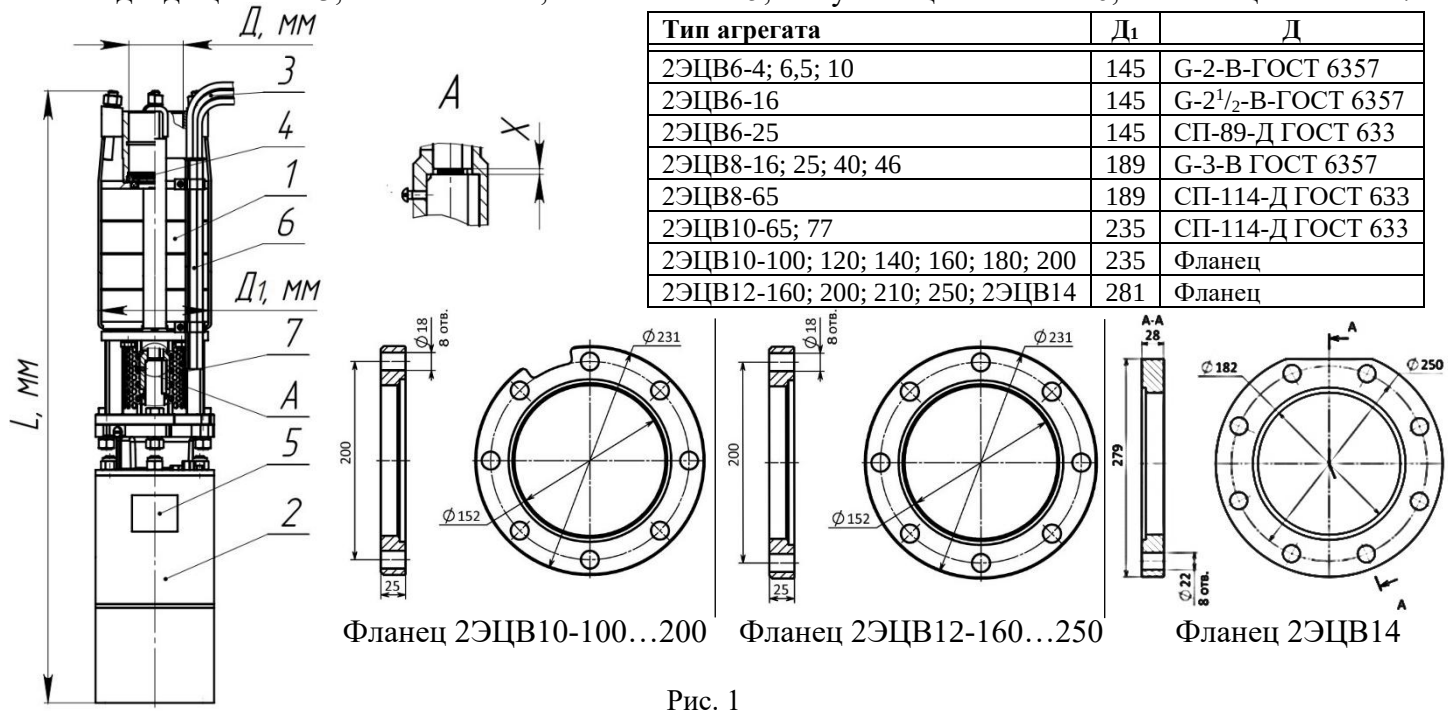

Рис. 1
Агрегат 2ЭЦВ состоит из (см. рис.1): насосной части поз. 1; электродвигателя поз. 2; проводов токоподводящих поз. 3; клапана поз. 4; таблички поз. 5; кожуха защитного поз. 6; сетки защитной поз.7.
5.3.2 Водоподъемную трубу с муфтой вернуть в патрубок агрегата до отказа (см. рис.1). По просьбе заказчика за отдельную плату могут поставляться переходные втулки (резьбовые), а также переходники с резьбы на фланец (см. сайт изготовителя в разделе «Дополнительное оборудование»).
5.3.8 Для предотвращения повреждений токоподводящих проводов при монтаже агрегата с фланцевым соединением необходимо использовать ответный фланец с выборкой (см. рис. 1).